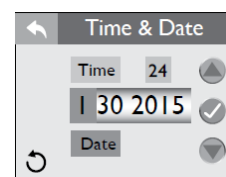

Figura 6.9d
1. Toque em  para programar a data, Figura 6.9d.